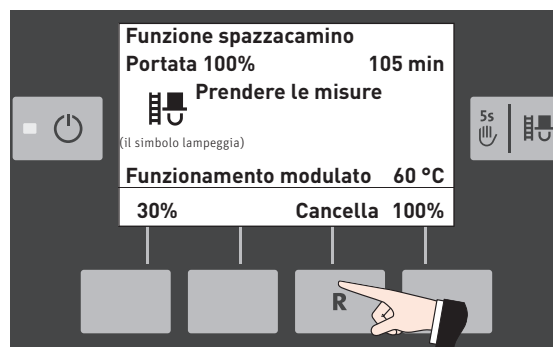

Fig. 16
- Mit der Messung erst anfangen, wenn „Prendere le misure” angezeigt wird – Fig. 16.
- premendo il tasto **Cancella** – Fig. 16.